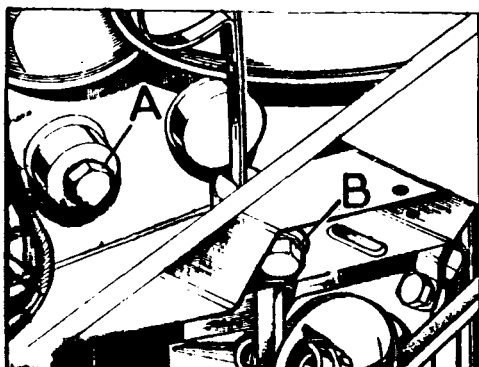

Fig. A1-26 Vaciado del sistema de refrigeración
- 2.5. Rellenar el sistema de refrigeración, dejando que salga el refrigerante libremente por los orificios de vaciado, antes de poner los tapones, A y B - (Fig. A1-26). Montar dichos tapones e instalar el de la boca de llenado una vez que el circuito esté completamente lleno.